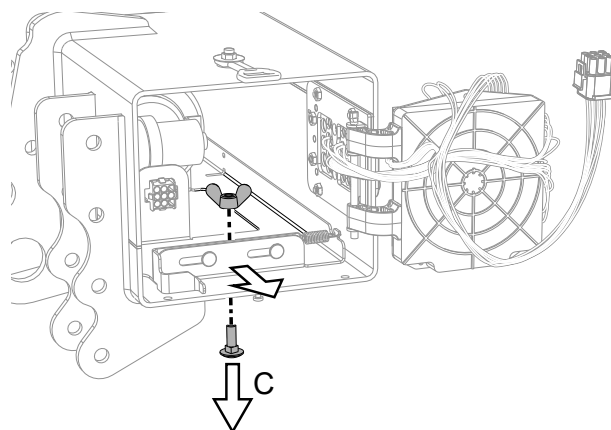
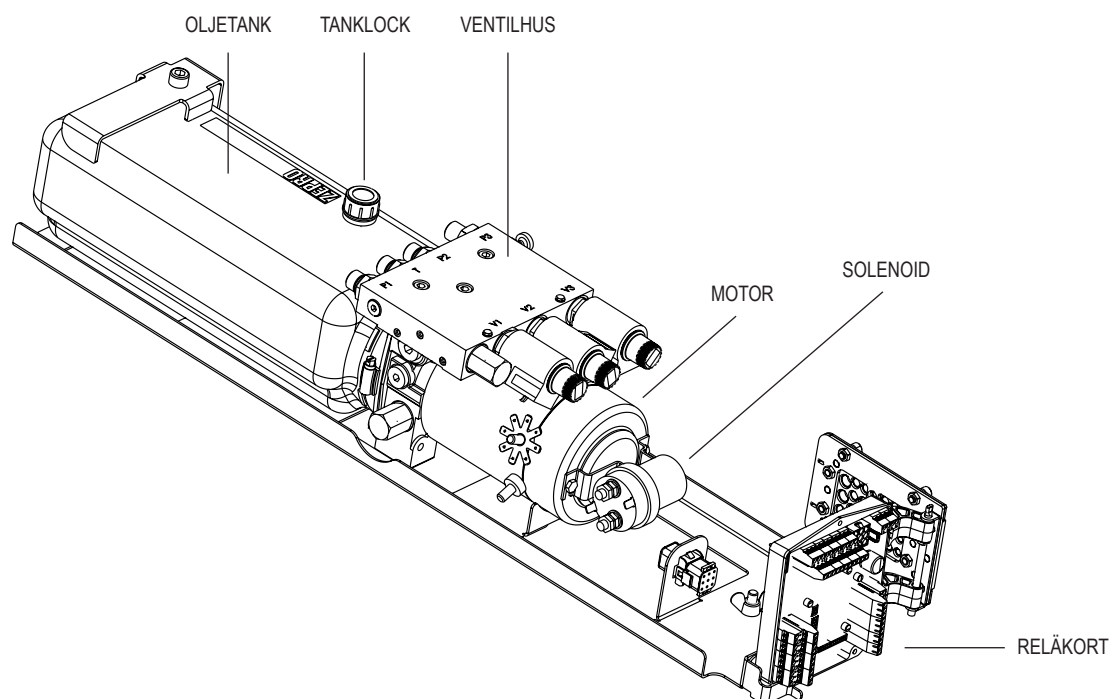

Bild 20. Frigöring hydraulaggregat
Bild 22. Hydraulaggregat och reläkort
4. Frigör hydraulaggregatet genom att skruva loss vingmuttern och tillhörande skruv (C), se Bild 20 och dra ut hydraulaggregatet till dess att tanklocket är åtkomligt, se Bild 22.